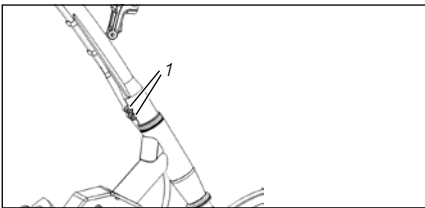

Abb.:31
1. Lösen Sie die Innensechskantschrauben mit einem geeigneten Inbusschlüssel an der Klemmhülse am unteren Ende der Lenksäule (siehe „Abb.:31 (1)“).